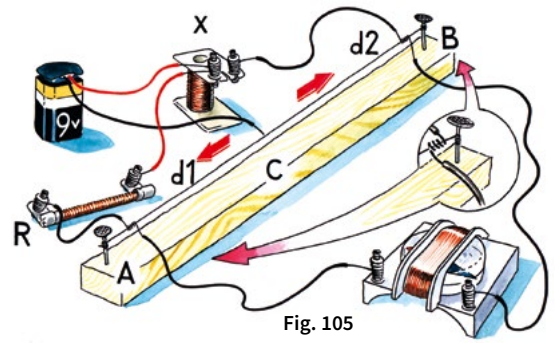

Fig. 105
Der Widerstand wird mit der sogenannten Wheatstonischen Brücke gemessen (siehe Bild 105). Und so wird sie gebaut:
2. Des weiteren gehören zur Wheatstonischen Brücke: Der Rheostat (Nr. 33 im Baukasten), der wie wir wissen einen Widerstand von 70 Ohm hat, eine Spule, deren Widerstand gemessen werden soll und eine Batterie. Diese Teile werden miteinander verbunden (Bild 105).